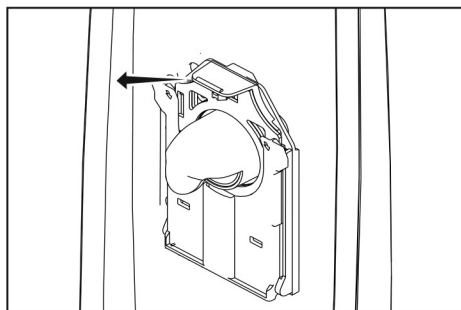
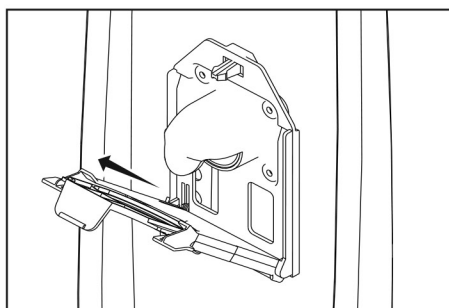

Fig. 1
Fig. 2
2. Retirez le sac d'aspirateur usagé en tirant sur la languette du col vert (Fig. 1). Faites glisser le sac usagé pour le sortir de son support, ce qui scelle automatiquement l'ouverture du sac (Fig. 2). Jetez le sac d'aspirateur usagé.